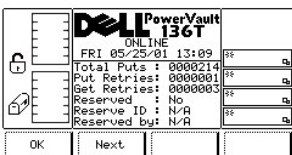

Figure 16. Status > Library > Slot > Dialogue Slot Get/Put
- 1 Si la touche de fonction **Next** est enfoncée, le dialogue Slot Get/Put s'affiche. Reportez-vous à la Figure 16.